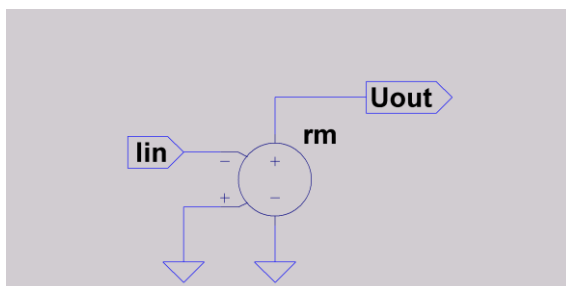
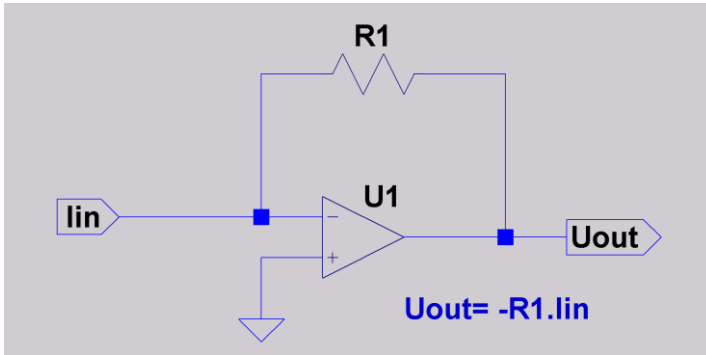

Fig. 8
Fig. 9
- IV. **Amplificadores de Transresistância** (Transresistance Amplifiers), seu “ganho”: $r_m = \left(\frac{U_o}{I_{in}}\right)$, idealmente tem dimensão de **resistância**, constante e independente da frequência. Também idealmente tem impedância de entrada nula e impedância de saída também nula. O elemento de circuito correspondente seria uma fonte de tensão controlada por corrente (**CCVS, fig. 8**). Um exemplo real que vai aproximar esse comportamento para baixas frequências pode ser um estágio de amplificação com transistores bipolares, um na configuração de emissor comum e outro na configuração de coletor comum (seguidor de emissor), ou um estágio usando um opamp inversor (**fig. 9**).